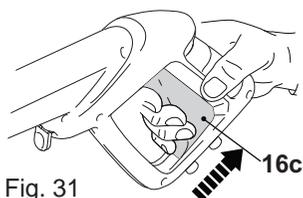

Fig. 31
2. Mettez le bouton marche/arrêt (3) sur « O » (arrêt).
4. Appuyez sur la gâchette (16c) pour décharger la pression résiduelle dans l'appareil (Fig. 31).